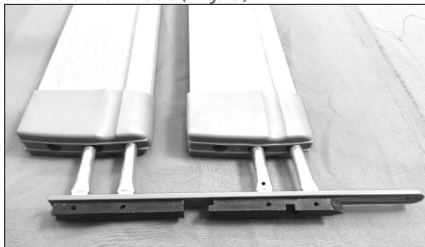

Fig. 5
4. Inserire i tubolari circolari delle slitte negli appositi fori ai lati delle sponde, facendo attenzione che la parte sagomata e la parte appuntita delle sponde e della slitta siano rivolte verso l'alto. Montare le slitte su entrambi i lati. (Fig. 5)